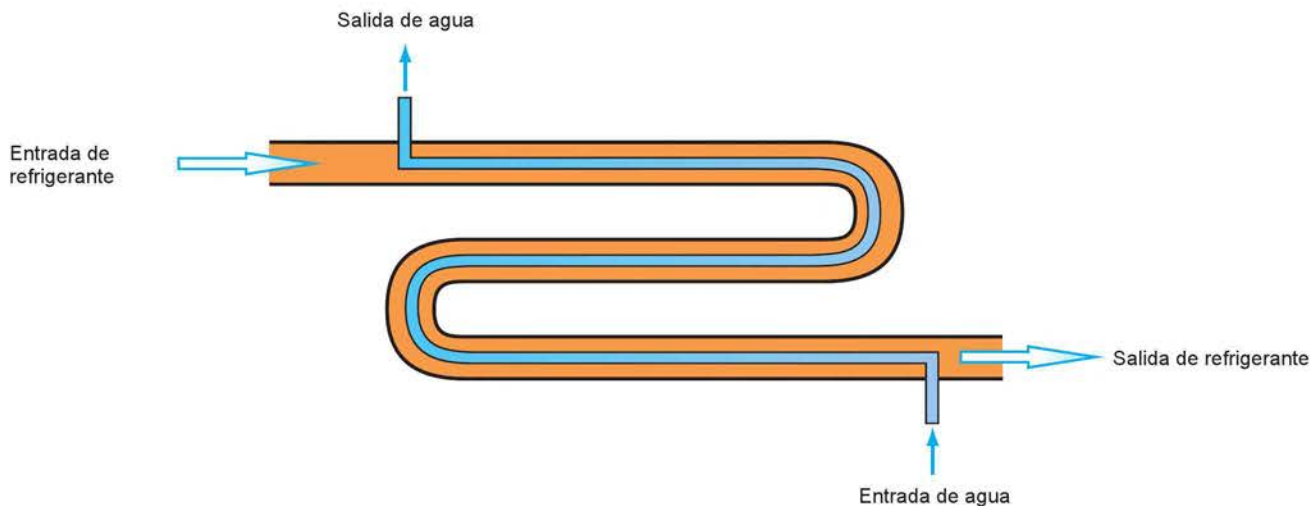

Figura 7.14. Esquema de condensador de doble tubo
- **De doble tubo.** También llamados *concéntricos* por estar contruidos utilizando dos tubos de diferente diámetro que están montados conservando el mismo eje. Como puede verse en la Figura 7.14., los fluidos discurren a contracorriente y el agua se desplaza